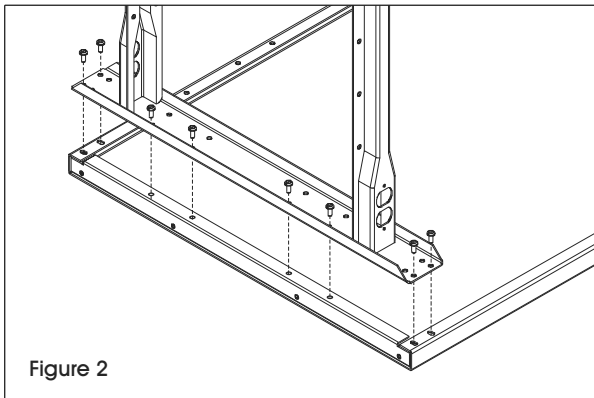

Figure 2
1. Alignez les trous des pieds sur les extrémités de la surface de table. Fixez avec huit boulons de 1/4 po-20 x 5/8 po. Des embouts filetés sont disponibles à chaque extrémité de la surface de table. (Voir Figure 2)